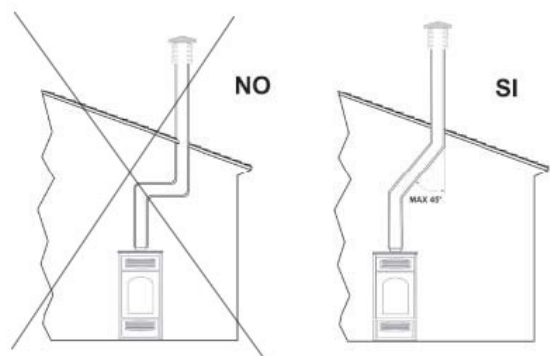

Fig.2
- La sezione interna deve essere uniforme, preferibilmente circolare: le sezioni quadrate o rettangolari devono avere spigoli arrotondati con raggio non inferiore a 20 mm; rapporto massimo tra i lati di 1,5; pareti il più possibile lisce e senza restringimenti; le curve regolari e senza discontinuità, deviazioni dall'asse non superiori a 45° (*fig.2*).